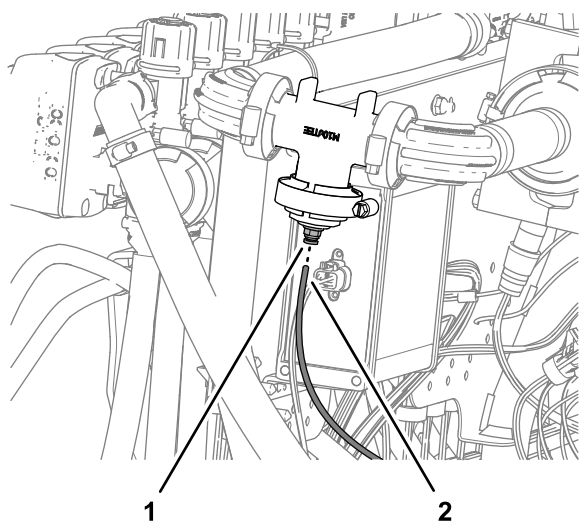

Рисунок 136
1. Подсоедините конец трубки датчика давления (пластиковой) для манометра на приборной панели к запорному кольцу соединительной муфты трубки (Рисунок 136).
2. Вставьте трубку датчика давления в запорное кольцо до полной посадки трубки (Рисунок 136).